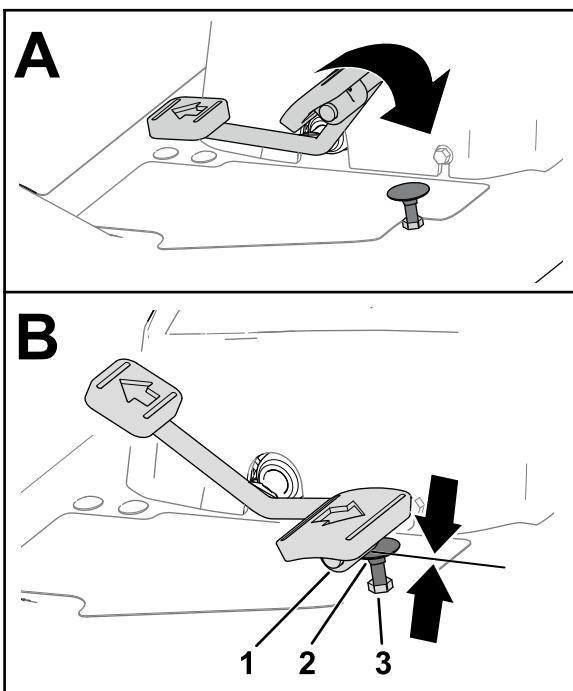
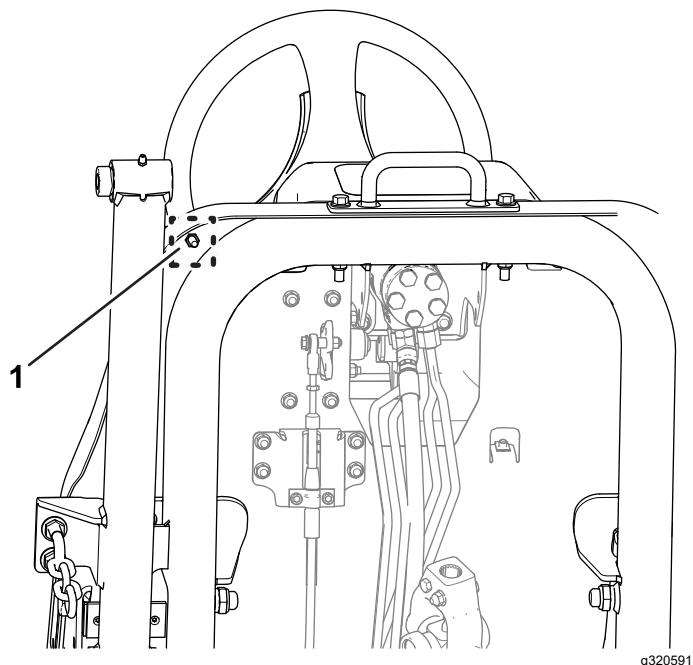

Рисунок 77
Рисунок 78
- Переведите педаль управления тягой до упора вперед (Рисунок 77).
- Удерживайте упор педали управления тягой (Рисунок 77) ключом.
- Ослабьте контргайку в нижней части подножной пластины (Рисунок 78).
- Переместите педаль управления тягой в максимальное положение вперед (Рисунок 77).
- Удерживая упор педали управления тягой, отрегулируйте контргайку, расположенную над подножной пластиной (Рисунок 77), так, чтобы педаль управления тягой касалась упора.
- Удерживая упор педали управления тягой, затяните контргайку в нижней части подножной пластины (Рисунок 77 и Рисунок 78) с моментом от 37 до 45 Н·м.